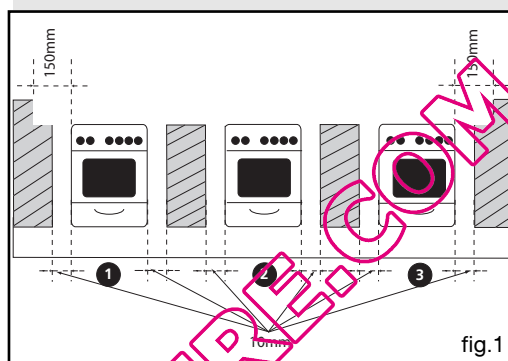

fig.1
- Les échauffements produits par son fonctionnement classent cette cuisinière en classe 1 (appareil isolé) ou en classe 2 - sous classe 1 (incorporable ou non incorporable, fig.1), selon norme gaz : EN 30-1-1.
Vous devez respecter les cotes d'encastrement suivantes (fig.1 et 2):
- Pour les gaz distribués par une canalisation (gaz naturel), le raccordement s'effectue (fig. 1) :
- soit par tuyau flexible avec embouts mécaniques filetés (fig. 1).
- Retirez les grilles, les chapeaux et les têtes de tous les brûleurs (fig. 1).
- Enlevez le déflecteur en dévissant les 2 vis le maintenant (**fig.1**)
- Enlevez le capot arrière en dévissant les 11 vis de maintien (**fig.1**)